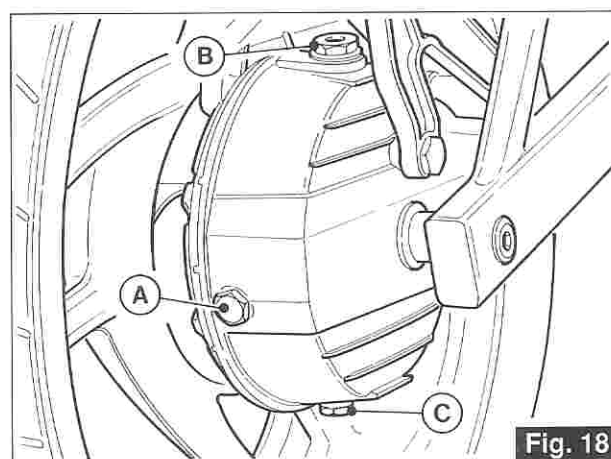

Fig. 18
4.4 LUBRIFICAZIONE SCATOLA TRASMISSIONE POSTERIORE (fig. 18)
4.4 REAR TRANSMISSION BOX LUBRICATION (fig. 18)